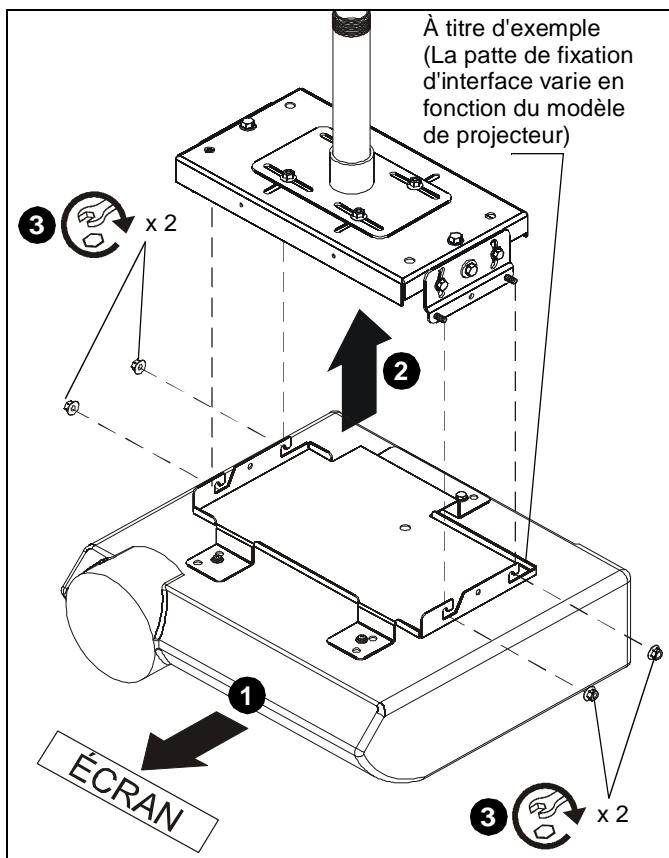

Figure 3
- Orientez le projecteur avec la patte de fixation fournie de manière à ce qu'il soit perpendiculaire à l'écran. (Voir la Figure 3)
- Soulevez le projecteur et fixez-le aux quatre montants qui s'étendent du boîtier. (Voir la Figure 3)
- Serrez les quatre écrous à embase 5/16". (Voir la Figure 3)